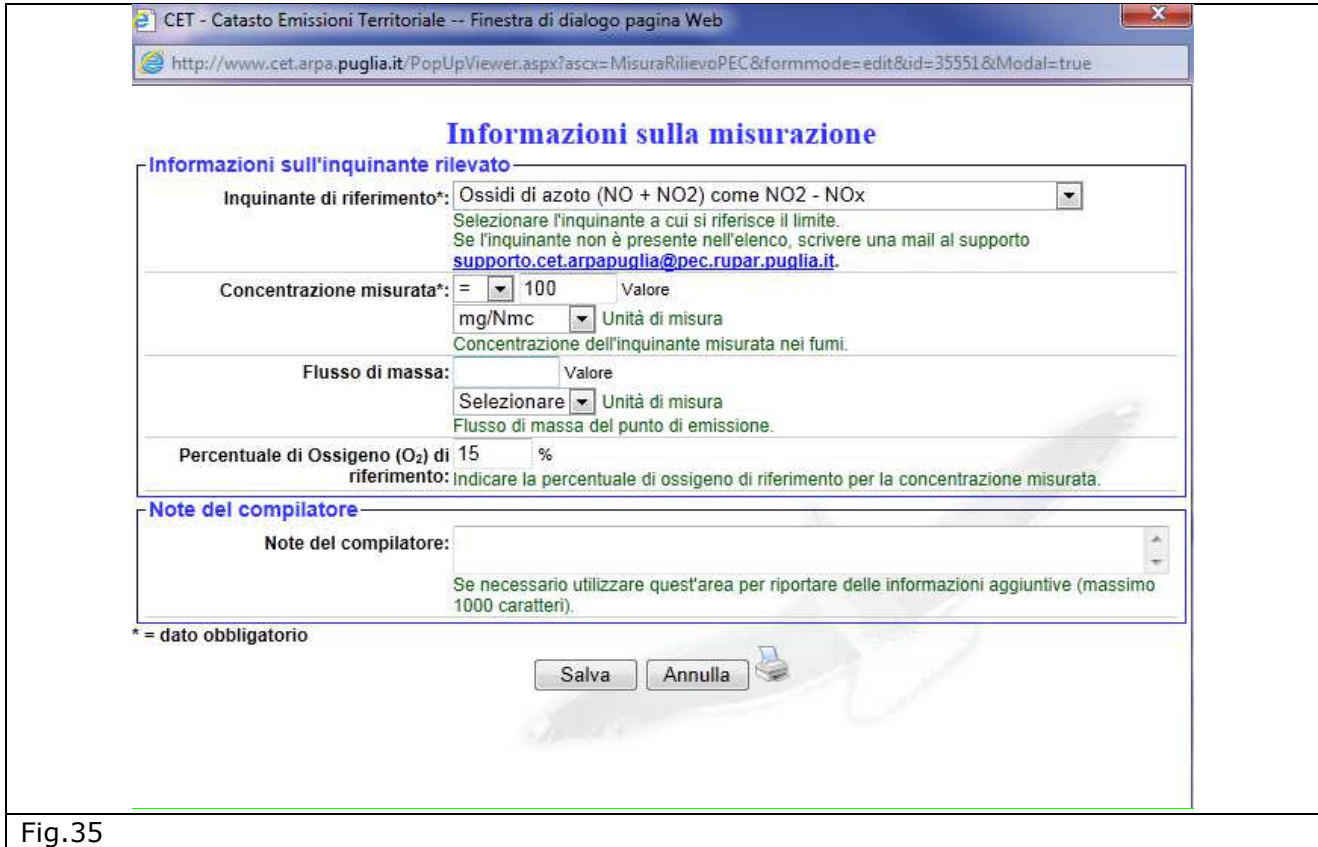

Fig.35
1. Cliccando su *Aggiungi misurazione al rilievo*, dopo aver inserito le informazioni sul rilievo si procede, all'inserimento delle *Informazioni sulla misurazione* (Fig.35), ovvero devono essere inseriti obbligatoriamente l'inquinante e la concentrazione con la relativa unità di misura e, solo se previsto dal provvedimento autorizzativo, la percentuale di ossigeno di riferimento. Gli inquinanti sono selezionabili attraverso un menu a tendina (all'interno del quale sono riportati in ordine alfabetico, ad esempio il Biossido di azoto - NO2 si troverà alla lettera B). Qualora l'inquinante non sia in elenco è possibile inviare una mail all'indirizzo supporto.cet.arpapuglia@pec.rupar.puglia.it e chiedere l'inserimento del nuovo inquinante. Inserirle tutte le informazioni richieste si procede al salvataggio dei dati. Cliccando su *Aggiungi misurazione al rilievo*, la procedura su descritta deve essere ripetuta per ogni inquinante che si vuole aggiungere al rilievo, ovvero per ogni inquinante contenuto nel certificato.